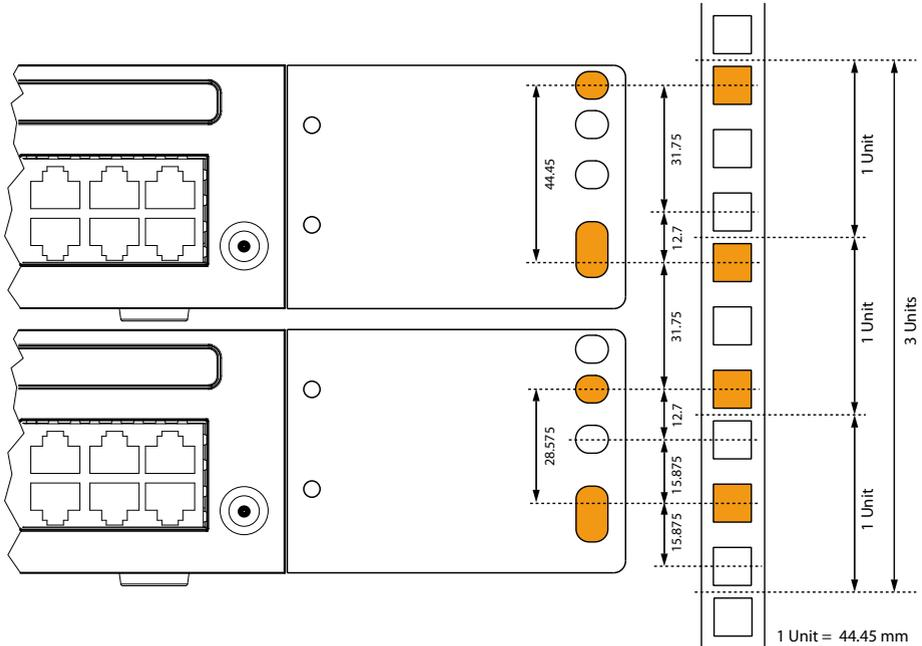

Fig. 16 Posizionamento di 2 server di comunicazione sovrapposti in un rack da 19 pollici
- I fori nelle piastre di montaggio consentono il posizionamento di 2 server di comunicazione direttamente sovrapposti con un ingombro di 3 unità. A tale scopo vengono utilizzati diversi fori delle piastre di montaggio (vedi Fig. 16).
7. Serrare i dadi a gabbia nei punti adeguati sulle guide di fissaggio del rack (vedi Fig. 16).